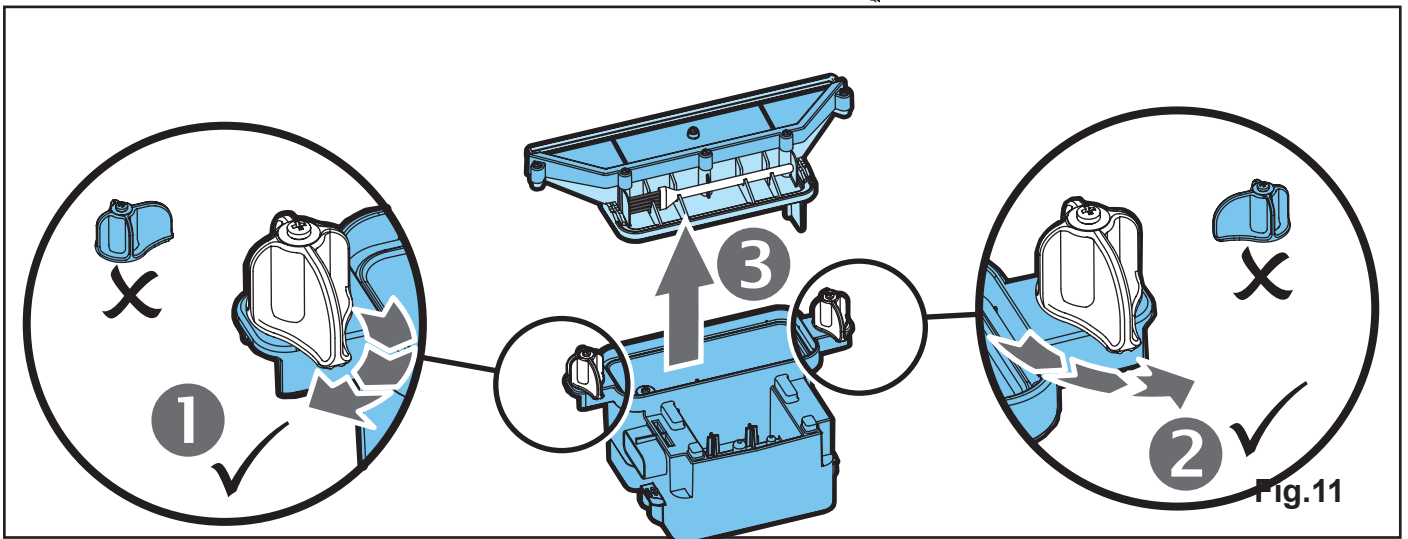

Fig.11
7. Maak de twee bovenste vergrendellijpjes van de opvangbak los door deze 90° te draaien, en verwijder hierna de kap van de opvangbak. (Zie Afb.11)